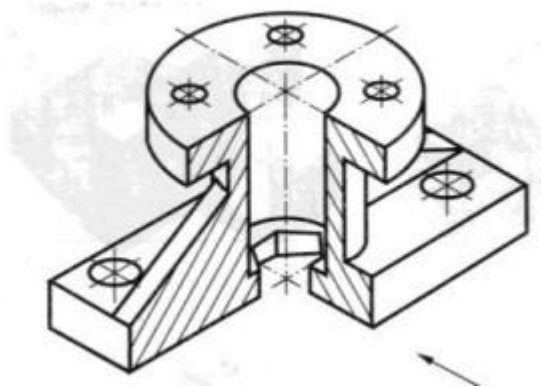
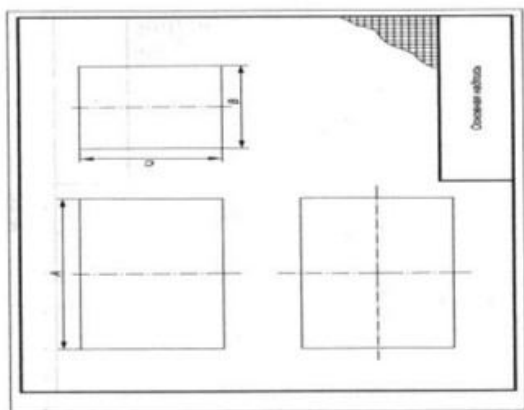

Рисунок 1
Рисунок 2
- показанная на рис. 1 деталь состоит из площадки прямоугольной формы с четырьмя отверстиями, на которой размещен цилиндр, заканчивающийся цилиндрическим фланцем также с четырьмя отверстиями. Для придания жесткости конструкции имеется два наклонных ребра с прямоугольным сечением (элементы типа тонкой стенки). Внутри детали проходят цилиндрическое отверстие и отверстие в виде шестиугольной призмы;
- для детали на рис. 1 направления взгляда при выборе главного вида, показанное стрелкой, дает наибольшее представление о ее форме и габаритах;
Внизу для формата А4 или внизу в правом углу для формата А3 ограничивают место для основной надписи высотой 55 мм и длиной 185 мм (рис. 2);
- у детали на рис.1, если принять длину за А, ширина $B \approx 0,6/4$, а высота $C \approx 0,5A$. По этим соотношениям тонкими линиями строят прямоугольники с осевыми линиями, отображающими плоскости симметрии детали, в которые затем вносят изображения (см. рис. 2). Прямоугольники должны отстоять друг от друга, от рамки и основной надписи чертежа на расстояния, достаточные для нанесения размерных линий, различных условных знаков и технических требований;